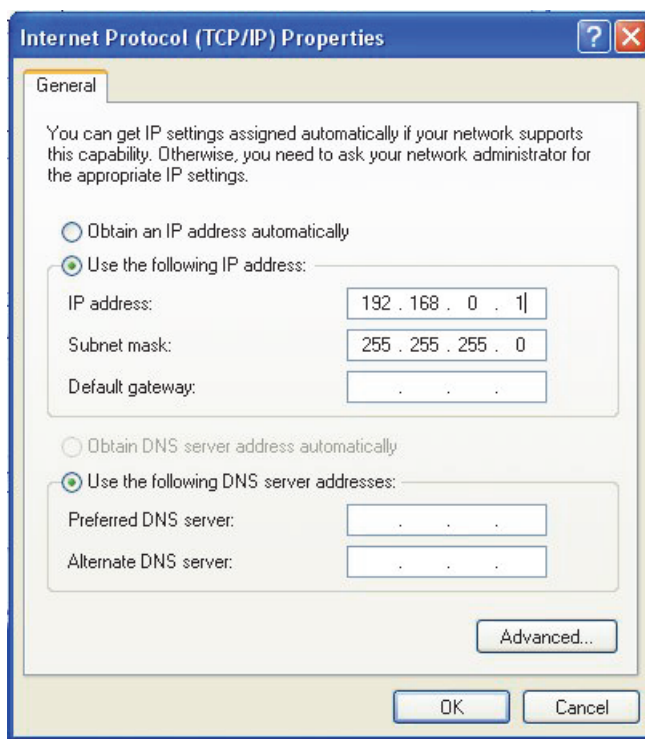

Рис. 7-9 Окно Протокол интернета (TCP/IP): Свойства (Windows XP)
7. В диалоговом окне **Internet Protocol TCP/IP: Properties** (Протокол интернета TCP/IP: Свойства) отметьте **Use the following IP address** [Используйте следующий IP-адрес] (см. Рис. 7-9 на стр. 203).